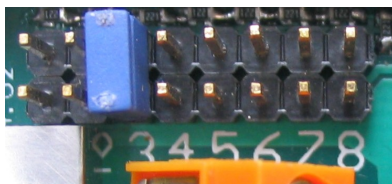

Figura 11
Nelle barre esistono 2 settaggi da effettuare. Il primo riguarda l'abilitazione del 'tamper' di asportazione, qualora lo si voglia abilitare bisogna togliere i due jumper che si trovano uno nel tappo "NUMBER" l'altro nel tappo "ROTAX". Il secondo riguarda l'assegnazione del numero identificativo alla barre, un hub può gestire fino a 4 coppie (pertanto 8 barre) ed ogni barra deve essere identificata in modo preciso da un numero univoco e questo avviene tramite un gruppo di jumper che si trovano nel tappo "NUMBER" (Figura 11). Il numero identificativo deve essere impostato così: 1 e 2 per la prima coppia (zona 'A'), 3 e 4 per la seconda (zona 'B'), 5 e 6 per la terza (zona 'C') e 7 e 8 per la quarta (zona 'D').
- 2) Verificare che l'hub non sia in failure (led sull'hub acceso fisso), in caso di failure controllare i cavi verso le barre, la corretta impostazione dei jumper del range (Figura 25) che determinano quante coppie sono collegate all'hub e inoltre che i numeri identificativi delle barre (Figura 11) siano corretti.